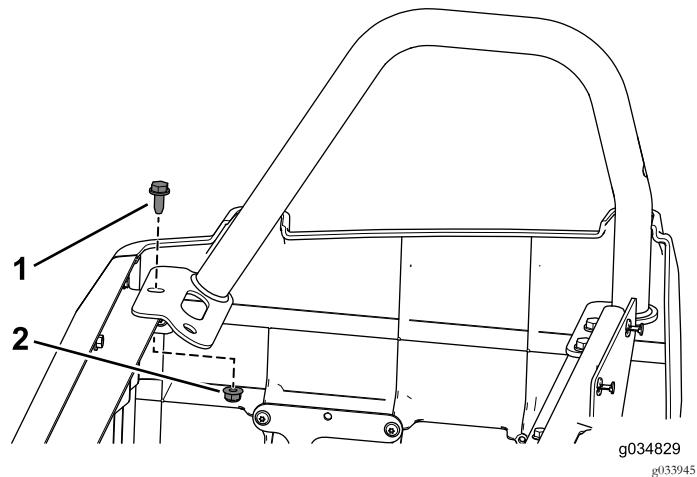

图50
1. 使用之前卸下的凸缘螺栓 3/16 x 3/4 英寸和凸缘螺母将右后臀部固定管固定到后座椅底座上 图50。